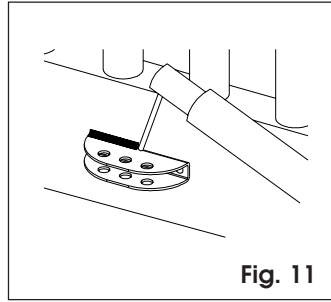
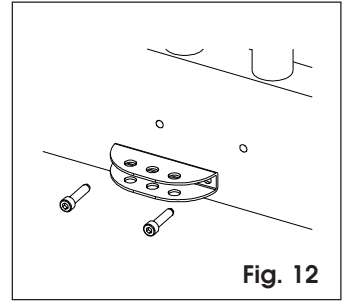

Fig. 11
Fig. 12
- L'attacco può essere direttamente saldato all'anta (fig. 11) oppure avvitato utilizzando inserti filettati (fig. 12).
- The coupling may be welded directly onto the leaf (Fig. 11) or screwed by using the threaded inserts (Fig. 12).